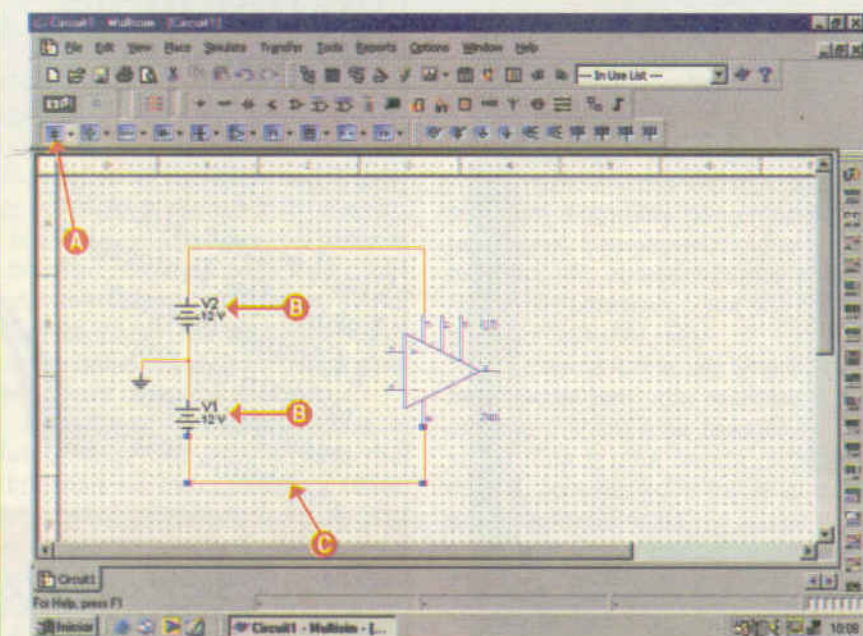

Figura 5 - Fonte simétrica
A fonte usada para alimentar o circuito é simétrica de  $12 + 12$  V. Clicando no símbolo do gerador em (A) na figura 5, abriremos a caixa de componentes na qual selecionamos duas vezes a fonte de 12 V, colocando-a na área de trabalho, conforme ilustra a mesma figura em (B).